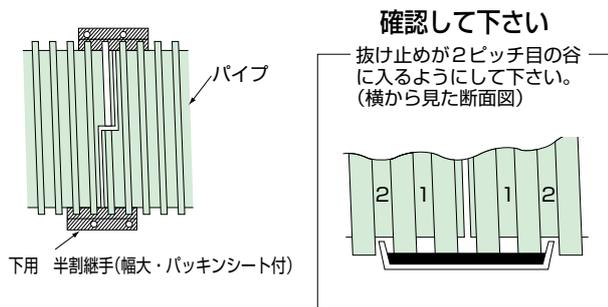

図2
- ① 下用 半割継手 (幅大) の上にパイプをセットして下さい。この時、パイプの端カット部を上部にし、つけ合わせるパイプがそれぞれ1山ずつ継手に入るようにして下さい。(図2参照) 抜け止めがパイプの山にのると、ボルトが届かなかったり、水洩れの原因にもなります。